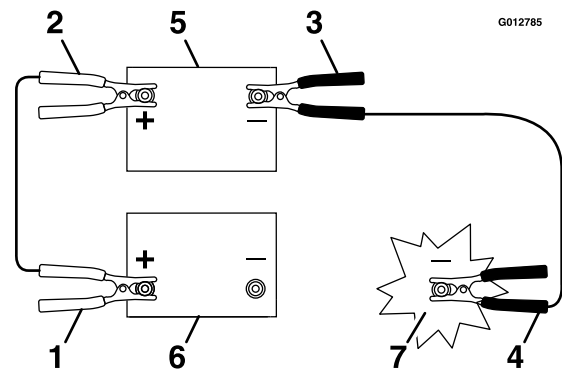

Figura 65
5. Conecte el cable positivo (+) al borne positivo (+) de la batería descargada que está conectado al motor de arranque o al solenoide, según se indica en Figura 65.